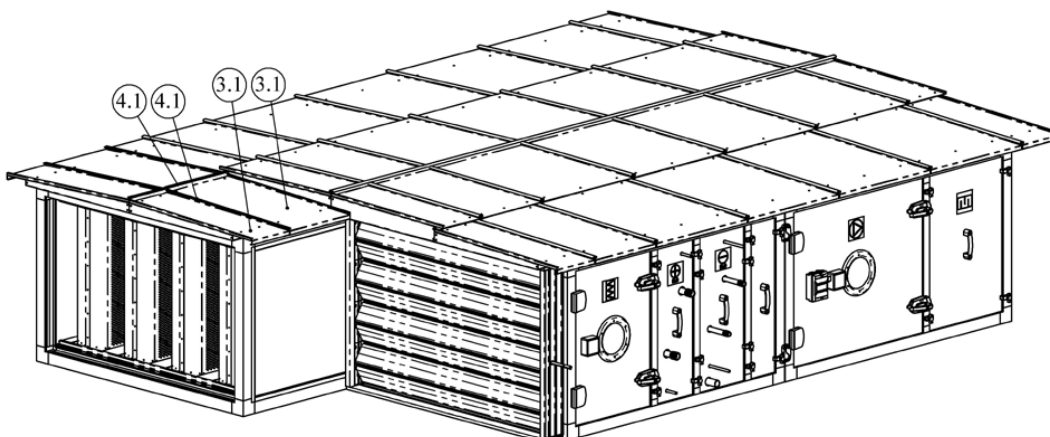

Abbildung 7.7
8. Dachsegmente werden wie in den Abschnitten 5.4, 5.5 und 5.6 auf das Eckdach montiert. (Abbildung 7.7)